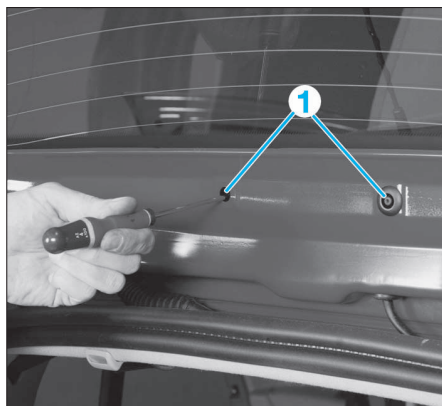

FIG. 99
- Déposer les obturateurs (1) (Fig.99).